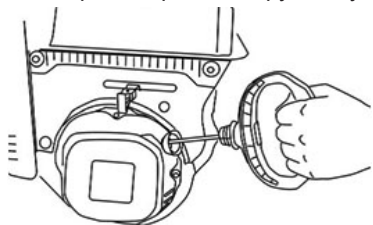

Рис.23 Рукоятка ручного стартера
1. Откройте топливный кран, переместив рычаг топливного крана в рабочее положение (ON).
6. Потяните за рукоятку ручного стартера (Рис.23) до тех пор пока не почувствуете сопротивление, затем произведите резкий рывок за рукоятку.